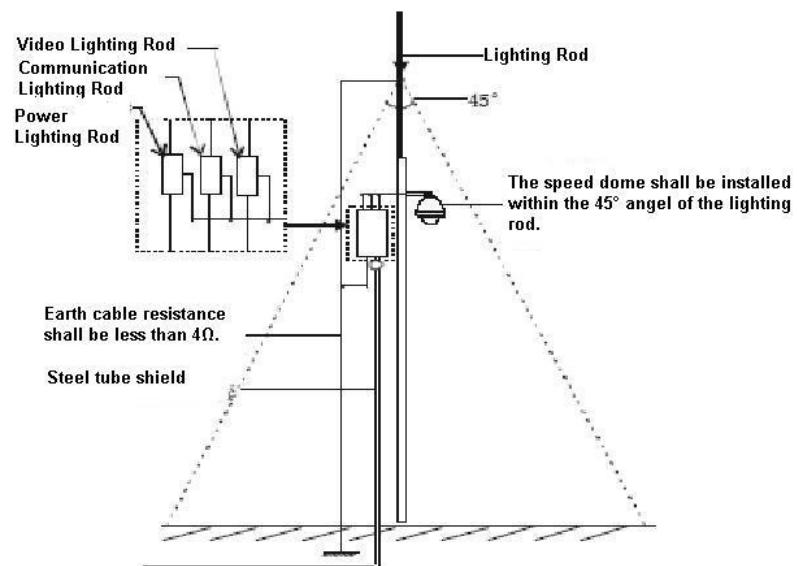

Рисунок 4-1
- Система должна позволять эквипотенциальное электрическое соединение. Заземляющее устройство должно отвечать требованиям защиты от помех и одновременно соответствовать вашим местным требованиям безопасности. Заземляющее устройство не должно быть замкнуто накоротко на провод N (нейтраль) высоковольтной питающей сети или объединено с другими проводками. Если система соединяется с отдельным заземлением, сопротивление заземления должно быть не более 4 Ом и сечение заземляющего провода не больше 25 мм². Смотрите Рисунок 4-1.